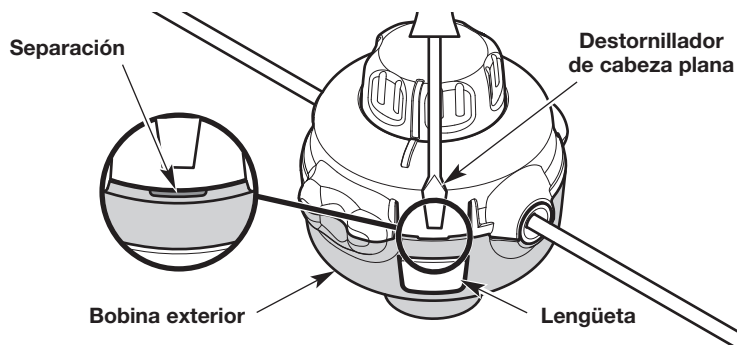

Fig. 26
- a. Presione con firmeza una lengüeta del cabezal de corte con su pulgar (Fig. 26). **NO** presione la lengüeta con un destornillador u otro objeto.
- b. Continúe presionando la lengüeta. Inserte un destornillador de cabeza plana dentro de la separación entre la bobina exterior y la lengüeta (Fig. 26).